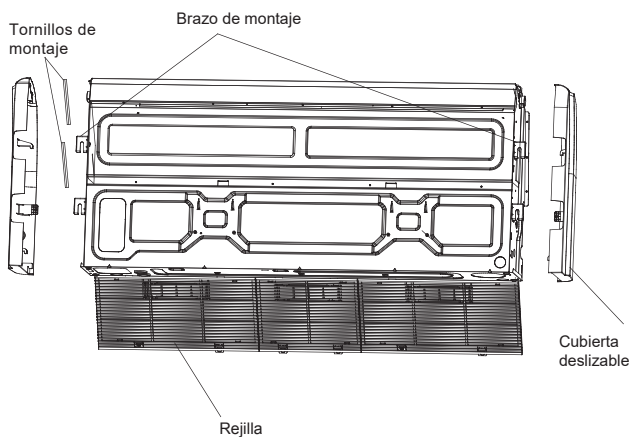

fig. 5-8
- Retire la carcasa lateral y la rejilla. (Ver fig. 5-8)